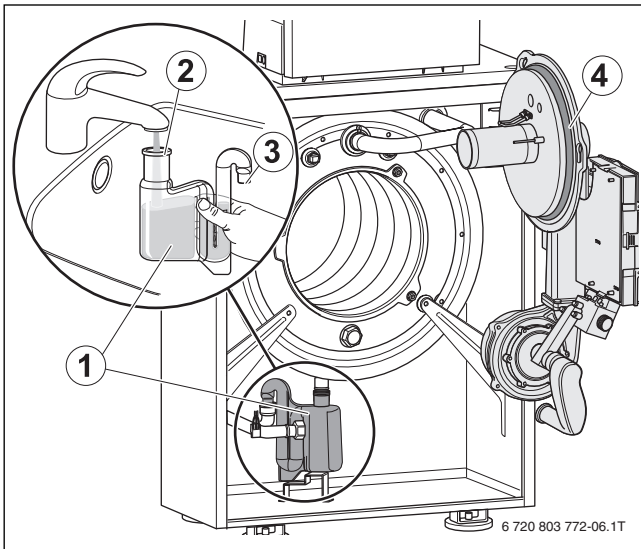

Bild 66 Siphon reinigen
- Vor Brennermontage den richtigen Sitz des O-Rings (→ Bild 66, [4]) überprüfen und ggf. korrigieren.